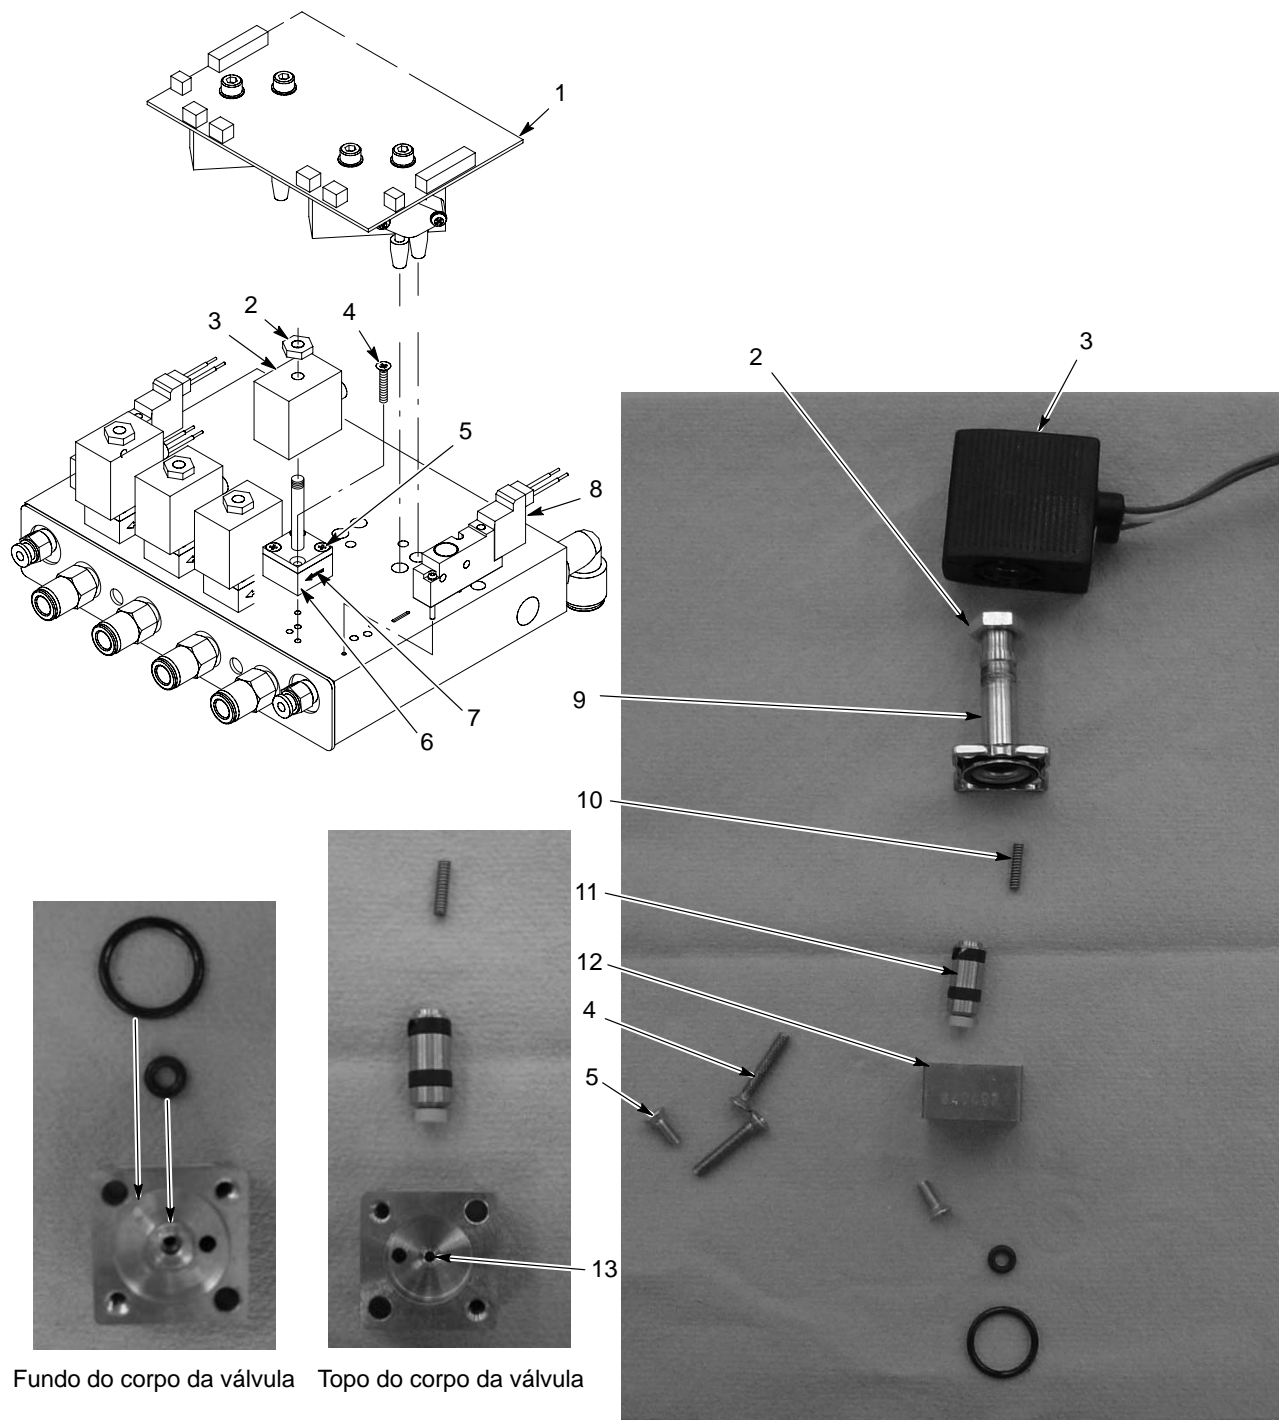

Figura 5-1 Desmontagem e substituição da válvula proporcional do módulo iFlow
Consulte a figura 5-1. Um abastecimento de ar sujo pode causar a avaria da válvula proporcional (6). Siga estas instruções para desmontar e limpar a válvula.
1. Desligue os fios eléctricos da bobina (3) da placa de circuitos (1). Retire a porca (2) e a bobina da válvula proporcional (6).
2. Retire os dois parafusos longos (4) para poder retirar a válvula proporcional do colector.
Consulte a figura 5-1. Para retirar as válvulas de solenóide (8) do ar da pistola, retire os dois parafusos do corpo da válvula e levante a válvula para fora do colector.